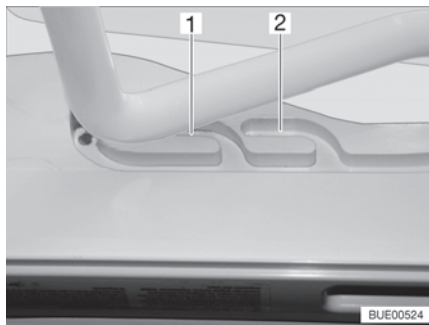
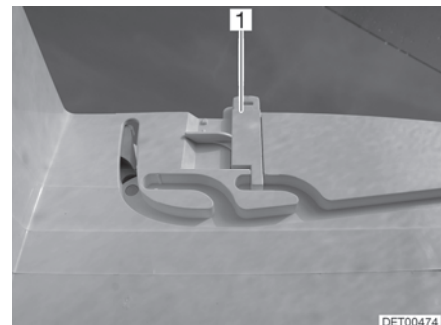

Bild 22 Spår (ventilationsläge)
Bild 23 Lås (ventilationsläge)
Heki-takluckan kan ställas i två ventilationslägen: Läget för dåligt väder (Bild 22,1) och mittläget (Bild 22,2). Beroende på modell kan takluckan låsas i mittläget med de båda spärrarna (Bild 23,1) till höger och vänster om ramen till takluckan.
- Tryck bygeln lätt uppåt och skjut in den i det valda spåret (Bild 22,1 eller 2) och lås eventuellt.